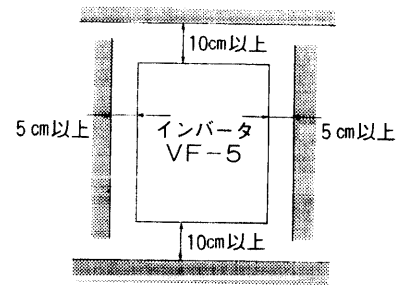

図4-1 インバータの据え付け
- ① 据え付方向は接続端子台を下側にして必ず垂直に据え付けてください。
- ② 通風のため図4-1に示す様な空間を十分にとってください。